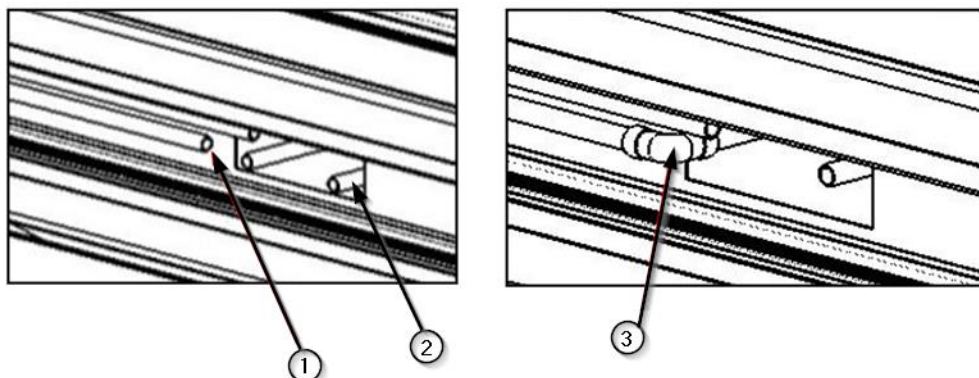

Abb. 12 Schneiden der Rohre und Anbringen der Kupferarmaturen
- Schneiden Sie das Rohr ① der Gerätekanalisation und das Rohr ② des entsprechenden Gaskreislaufs, das von der Anlage kommt, zu.
- Setzen Sie das Kupferzubehörteil (Winkelstück) ③ ein, indem Sie die beiden Rohre miteinander verbinden.
- Schweißen Sie die 3 Komponenten wie in der Abbildung 12 rechts gezeigt.